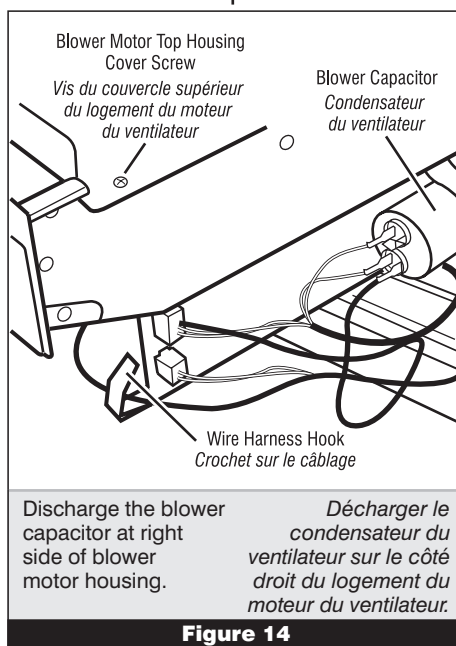

Figure 14
- b) Remove the wires from the hook in the blower motor housing. See figure 14.
- d) **IMPORTANT:** Discharge the blower capacitor by touching a 20,000 Ω resistor to the terminals and chassis. See figure 14.
- b) Dégager les conducteurs du crochet (sur le logement du moteur du ventilateur). Voir figure 14.
- d) **IMPORTANT :** Décharger le condensateur du ventilateur : placer une résistance de 20 000 Ω en contact entre les bornes et le châssis. Voir figure 14.